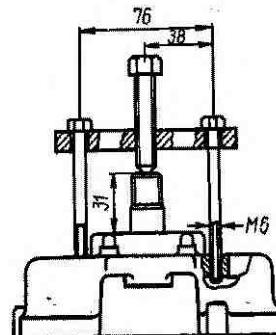

Рис. 36. Снятие передней крышки генератора
- снять крышку 1 со стороны привода с вала ротора с помощью съемника (рис. 36);
— крышку 1 со стороны привода вместе с подшипником 2 снять с вала с помощью съемника (рис. 36), используя два отверстия M6 в торце крышки;